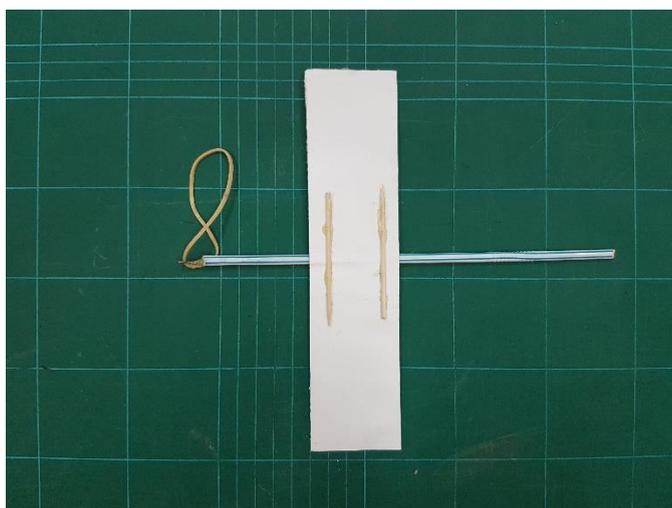

Figura A8
6. Nesta fase, o teu avião deverá ser semelhante ao da figura A8.